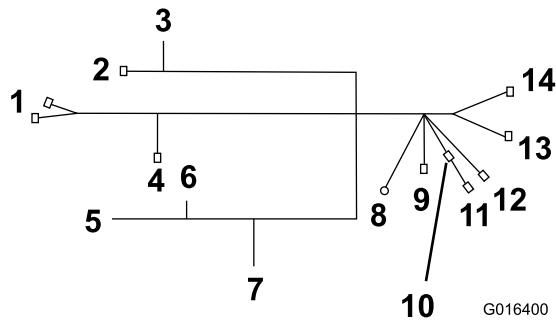

Figure 14
1. Faites passer la branche du faisceau de câblage avec les connexions suivantes dans le couvercle latéral au point d'entrée du faisceau principal dans le panneau (voir Figure 14) :
1. Amenez la branche du faisceau de câblage avec les connecteurs jusqu'au feu arrière gauche, à l'éclairage de la plaque d'immatriculation et au feu arrière droit (Figure 14).
1. Amenez la branche du faisceau de câblage avec les connecteurs jusqu'au phare et à l'indicateur de direction gauche et à l'avertisseur sonore (Figure 14).